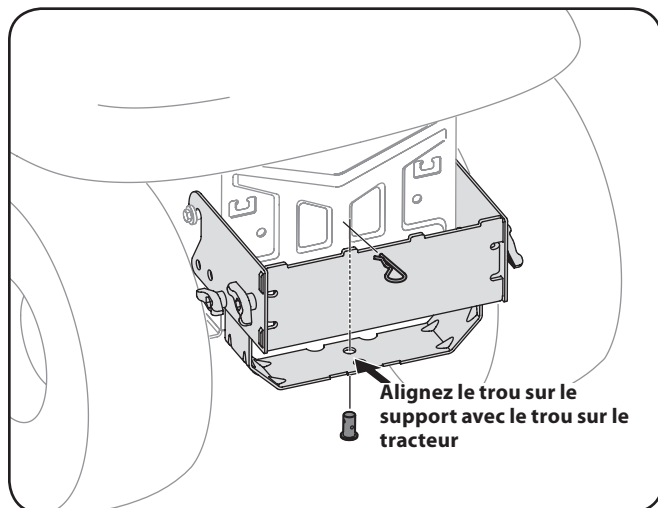

Figure 4-6
2. Installez l'axe à épaulement (711-309A) provenant de la trousse de quincaillerie 689-00328A dans l'attelage du tracteur et fixez-le au moyen d'une bague de retenue (714-0117). Reportez-vous à la Figure 4-6.